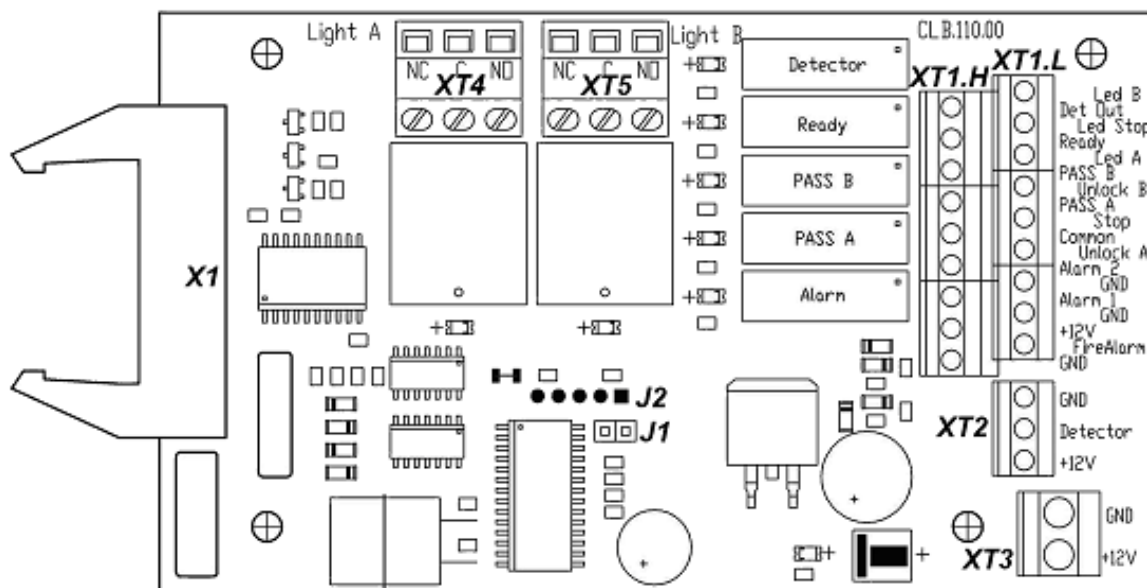
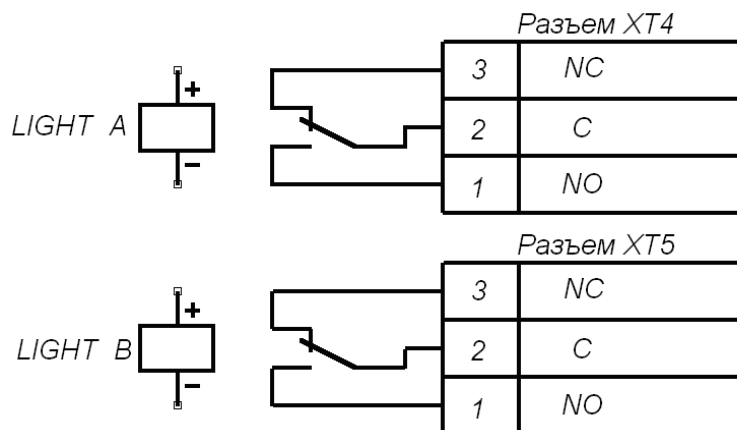

Рисунок 5. Внешний вид платы управления CLB
Рисунок 9. Выходные каскады для Light A и Light B
ПДУ подключается к плате управления гибким многожильным кабелем (11) через клеммную колодку **XT1.L** (см. рис. 5 и 12).
Изменить ориентацию ПДУ относительно установки турникета (если по месту установки турникет обращен к оператору не лицевой, а тыльной стороной) можно, поменяв местами провода от ПДУ, подключаемые на контакты *Unlock A* и *Unlock B*, а также *Led A* и *Led B* соответственно (см. рис. 5 и 12).
На плате управления (см. рис. 5) расположены:
Подключение указанных устройств производится с помощью кабеля (11) к соответствующим клеммным колодкам **ХТ1.Л** и **ХТ1.Н** платы управления в соответствии со схемой электрических соединений (см. рис. 5 и 12).
Обозначения установленных на плате управления клеммных колодок и назначение их контактов показаны на рис. 5.
Факт срабатывания / отпущения реле **PASS A**, **PASS B**, **Ready**, **Detector** и **Alarm** можно определить по загоранию/гашению красных индикаторов, которые установлены вблизи указанных реле (см. рис. 5).
Режим управления определяется наличием перемычки на разъеме **J1** (расположение разъема **J1** показано на рис. 5: перемычка установлена – импульсный режим управления, перемычка снята – потенциальный режим управления). При поставке перемычка установлена.
Подключение ДКЗП производится к клеммной колодке **ХТ2**, а сирены – к клеммной колодке **ХТ1.Н** платы CLB согласно схеме электрических соединений (рис. 5 и 12). ДКЗП должен иметь нормально-замкнутые контакты.
На контакты *Det Out* и *Common* клеммной колодки **ХТ1.Н** платы управления (рис. 5) всегда транслируется сигнал о текущем состоянии ДКЗП.
Подключение устройства, подающего команду аварийной разблокировки *Fire Alarm*, производится к клеммной колодке **XT1.L** платы CLB согласно схеме электрических соединений (см. рис. 5 и 12). Если вход *Fire Alarm* не используется, то необходимо установить перемычку между контактами *Fire Alarm* и *GND*. При поставке данная перемычка установлена.
Выносные индикаторы подключаются на клеммные колодки **XT4 (Light A)** и **XT5 (Light B)**. При этом реле **Light A (Light B)** активизировано (на его обмотку подано напряжение), когда горит соответствующая данному направлению прохода зеленая стрелка на блоке индикации, и нормализовано (на его обмотку напряжение не подано), когда соответствующая данному направлению прохода зеленая стрелка на блоке индикации не горит. Факт срабатывания / отпускания реле **Light A** и **Light B** можно определить по загоранию / гашению красных индикаторов, которые установлены вблизи указанных реле (см. рис. 5). Выходные каскады для сигналов *Light A* и *Light B* – перекидные контакты реле (см. рис. 9) со следующими характеристиками сигналов: